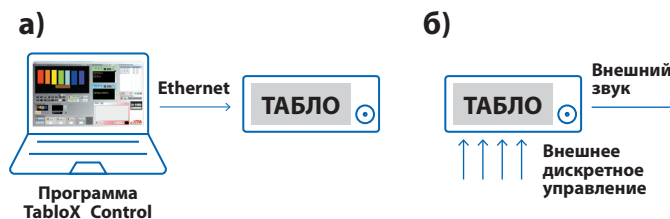

Рисунок 6.
3. При использовании Табло под управлением ПКП, командой для выбора страницы является появление постоянного напряжения на одном или нескольких из 4-х аналоговых входов управления Табло (рис.6). При одновременном наличии напряжений на нескольких входах управления на Табло поочередно выводятся страницы, соответствующие иницированным входам.